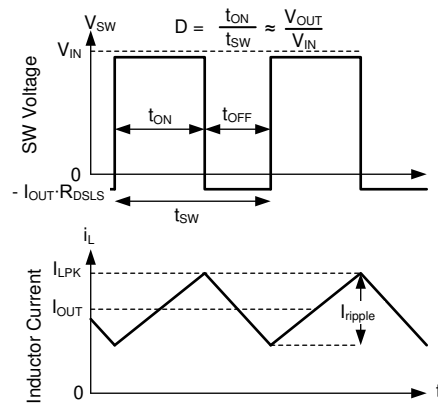

图 7-20. 连续导通模式 (CCM) 下的 SW 电压和电感器电流波形
有关 LM6x4xx-Q1 的以下运行说明，请参阅节 7.2 和图 7-20 中的波形。两者都以变化的占空比 (D) 打开内部高侧 (HS) 和低侧 (LS) NMOS 开关，从而提供稳定的输出电压。在 HS 开关导通期间，SW 端子电压 V_{SW} 摆动至大约 V_{IN} ，电感器电流 i_L 以线性斜率增加。HS 开关由控制逻辑关闭。在 HS 开关关闭时间 t_{OFF} ，LS 开关打开。电感器电流通过 LS 开关放电，这会强制 V_{SW} 通过 LS 开关两端的压降摆动到地电位以下。稳压器环路调节占空比以保持恒定的输出电压。D 由 HS 开关在开关周期内的导通时间定义： $D = T_{ON}/(T_{ON} + T_{OFF})$ 。